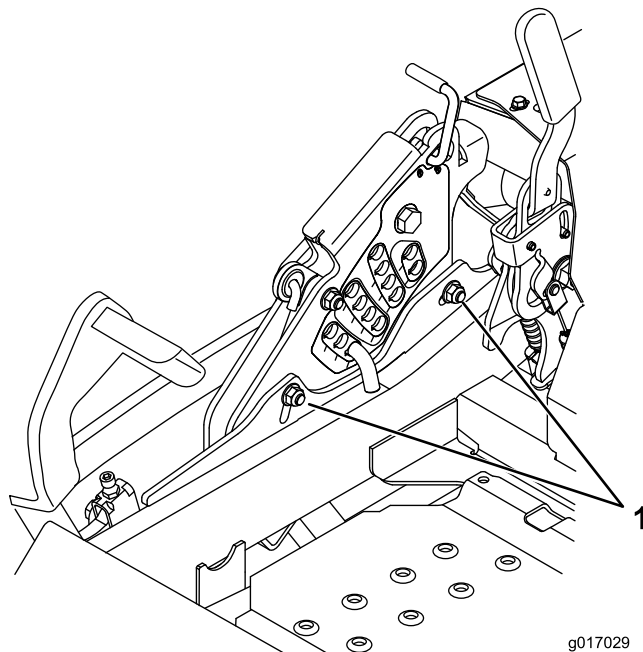

Figura 96
12. Para ajustar el sistema de ajuste de un solo punto, afloje los dos pernos situados cerca del borde inferior de la pletina de altura de corte. Consulte Figura 96.
14. Apriete los dos pernos situados cerca del borde inferior de la pletina de altura de corte (Figura 96). Apriete a 37–45Nm (27–33pies-libra).